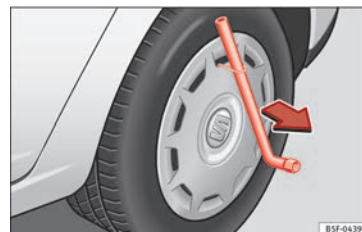

Fig. 66 Démontez l'enjoliveur intégral.
- Introduisez la clé démonte-roue dans le crochet en fil de fer » » » **fig. 66** puis tirez sur l'enjoliveur dans le sens indiqué par la flèche.